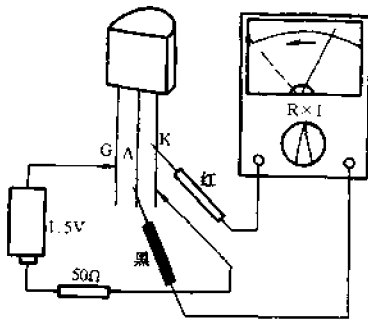

图4-188 单表加干电池法检测GTO
(2) 单表加干电池法。检测方法如图4-188所示。将万用表置于 $R \times 1$ 挡,先按检测触发能力的操作步骤使GTO维持导通状态,然后将一节干电池(1.5V)的负端接门极G,正端串一只 $50\Omega$ 左右的电阻后接GTO的阴极K,此时等于给GTO加上了反向触发信号,若万用表指针迅速向左回摆至无穷大,说明关断能力正常。